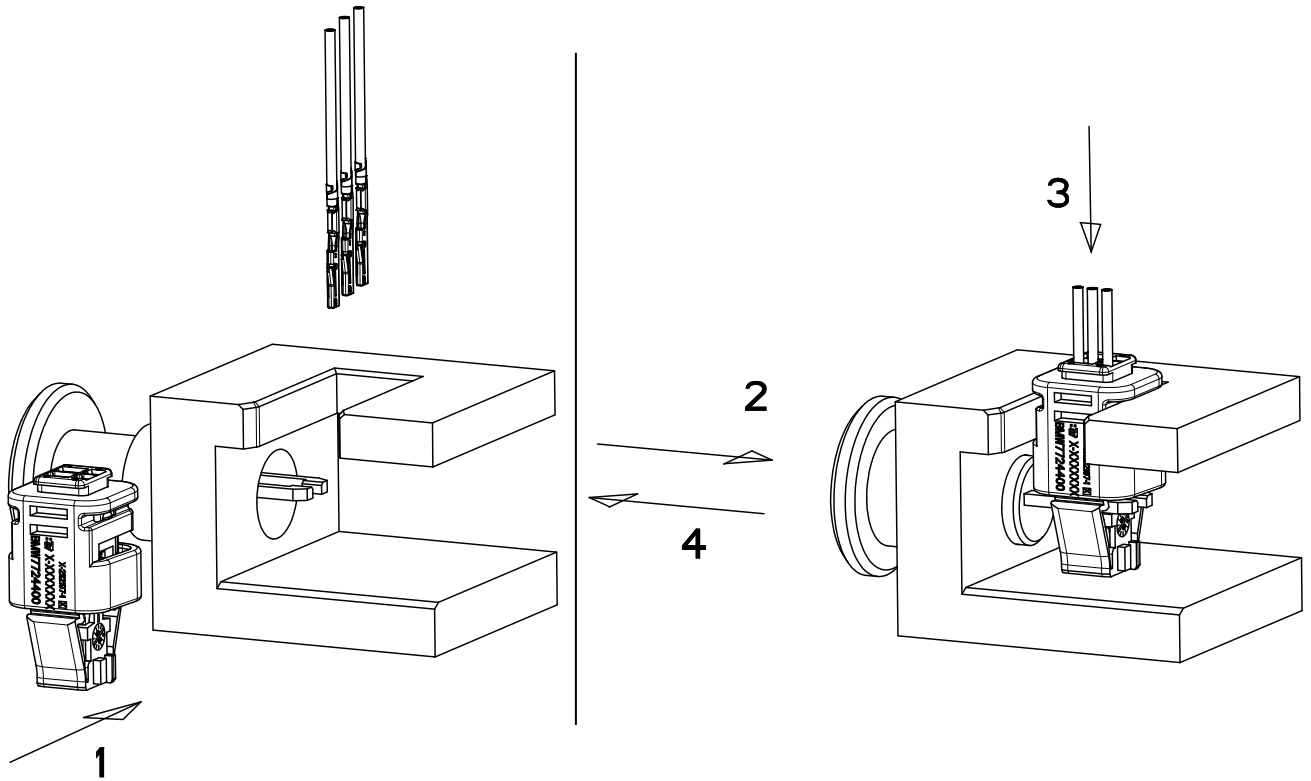

Fig.3b
**B. TESTING WHILE CONTACT-LOADING WITH FIXTURE. SEE Fig.3b.**
**B. Prüfung während der Bestückung mittels Vorrichtung: Ausführung siehe Fig.3b.**